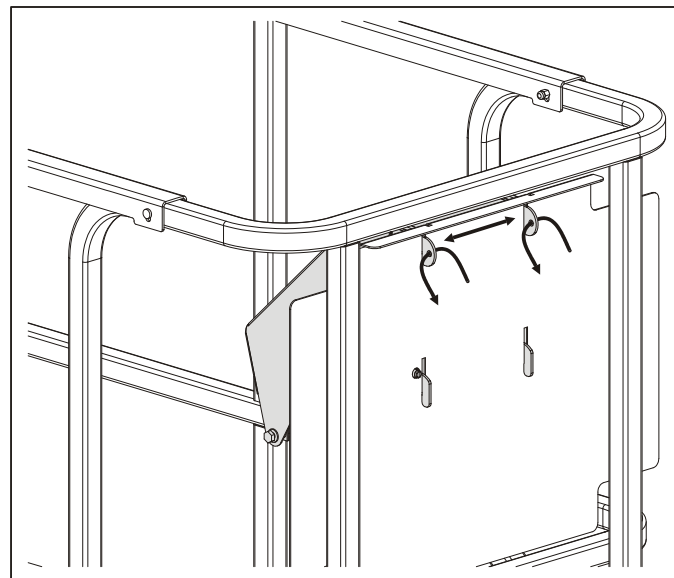

Figure 3-9. Fixation du poste de commande à la plate-forme
6. Placer le sélecteur d'alimentation en position d'arrêt et retirer la clé pour empêcher toute utilisation non autorisée de la machine. Le poste de commande de la plate-forme peut également être fixé à sa plaque de montage, voir Figure 3-9.